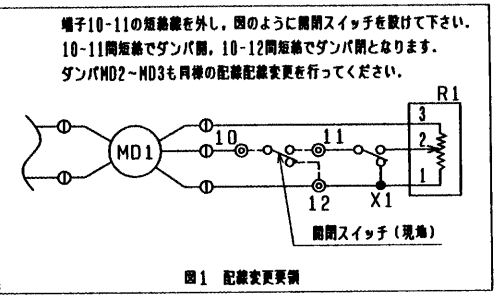

図1 配線変更例
6. 現場のダンパ開閉番号にて開閉を行う場合は図1に倣って配線してください